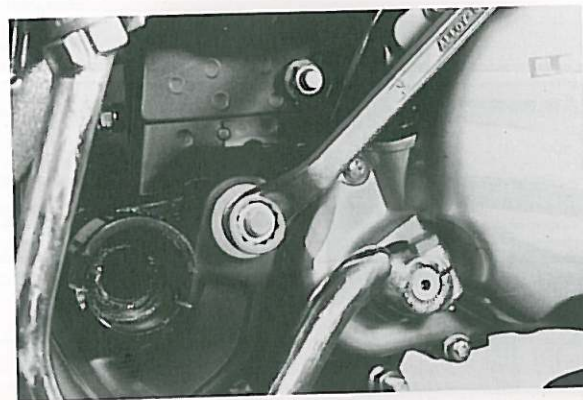

Fig. 5-8-2
1. Remove nut on swing arm pivot bolt and tap out bolt with a long aluminum or brass rod. (Fig. 5-8-2)
1. Enlever l'écrou de la broche des bras oscillants, et chasser cette broche à l'extérieur en s'aidant d'une longue tige en aluminium ou en cuivre. (Fig. 5-8-2)
1. Mutter am Drehzapfen der Hinterradschwinge abschrauben und Drehzapfen mit einer langen Aluminium- oder Messingstange herausschlagen. (Fig. 5-8-2)